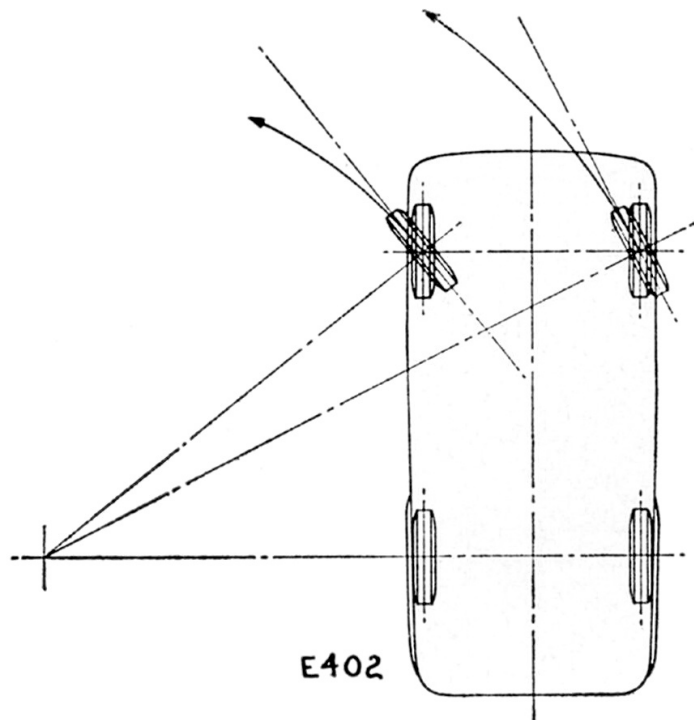

Fig. 34. Angles relatifs des roues avant pendant un virage
**Pincement en braquage (Fig. 34)**